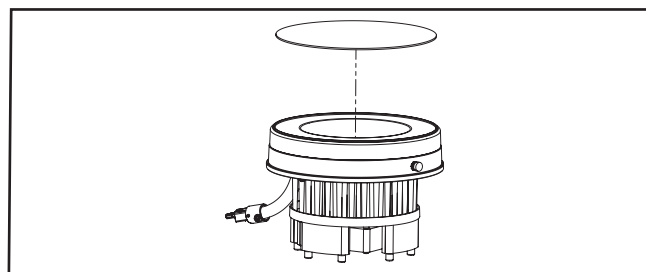

Figure 5.
2. Insérez la lentille dans le réflecteur blanc. (Figure 5.)